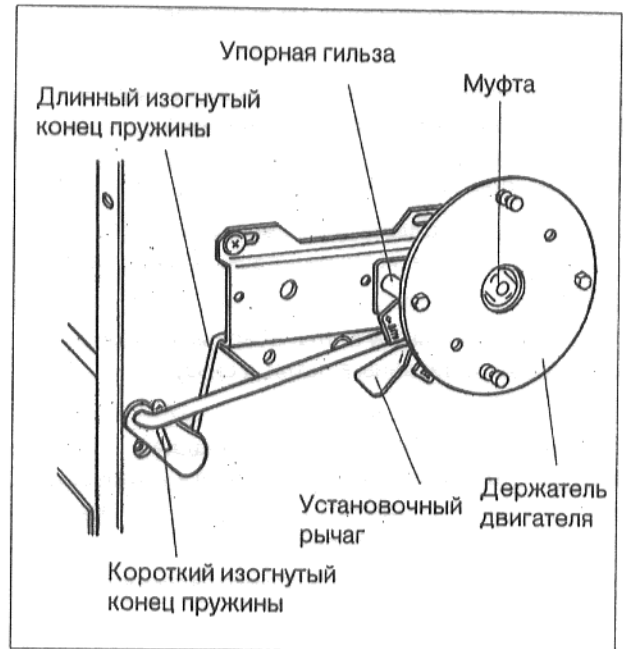
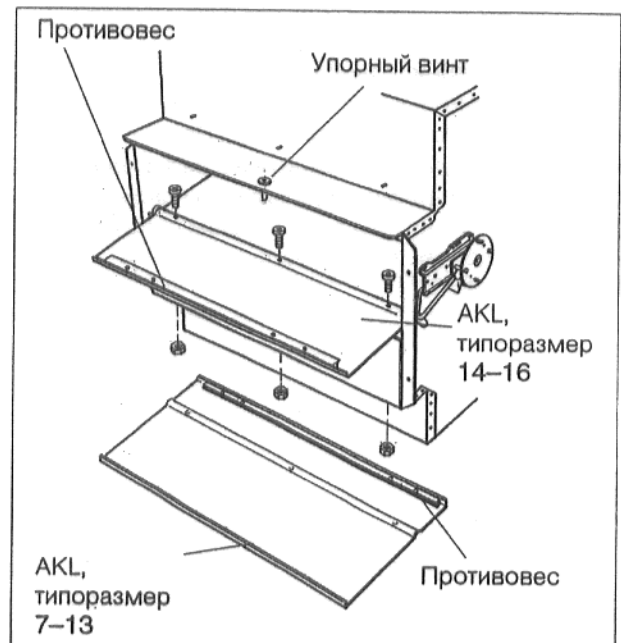
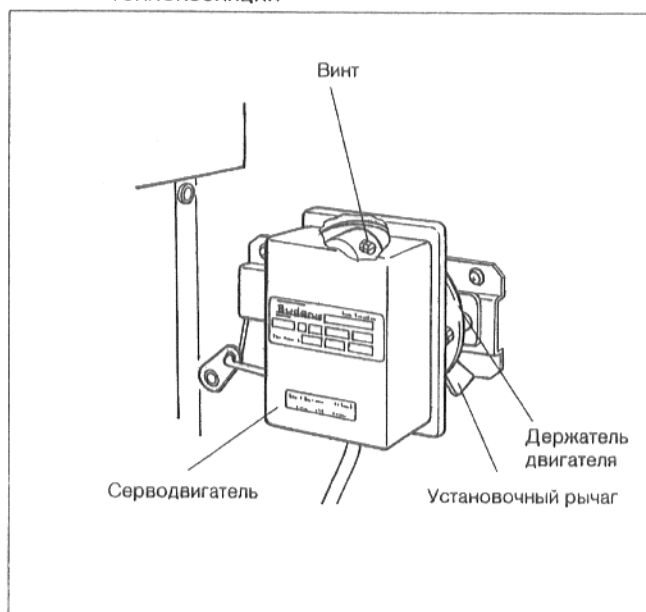

Рис. 5
Рис. 6
Рис. 8
- Натянуть пружину, при этом длинный изогнутый конец пружины вставить в свободный конец консоли (рис. 5).
- Положить заслонку отходящего газа (AKL) на рычажный механизм между обеими промежуточными шайбами таким образом, чтобы противовесы находились на верхней стороне (рис. 6).
- Установить заслонку отходящего газа (AKL), как показано на рис. 6.
Консоль должна быть закреплена (в продольном отверстии, рис. 5) таким образом, чтобы при открытой заслонке отходящего газа (горизонтальное положение) установочный рычаг прилегал к упорной гильзе.
**Проверка функции** (без двигателя): с помощью установочного рычага (рис. 5) закрыть заслонку отходящего газа (установить в вертикальное положение до упорного винта (рис. 6)).
- При необходимости немного повернуть муфту в держателе двигателя (рис. 5) с помощью установочного рычага, чтобы иметь возможность вставить серводвигатель (рис. 8).